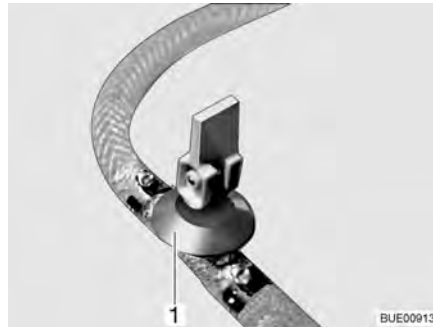
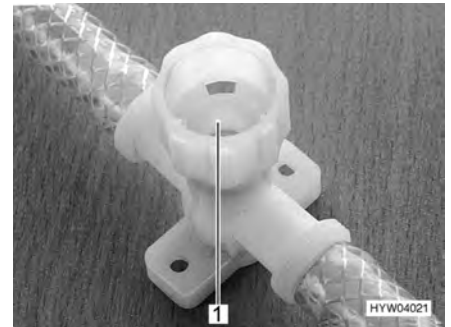

Bild 171 Avtappningskran (med vipparm)
Bild 172 Avtappningskran (med vred)
- Stäng alla utloppsventiler. Ställ för detta avtappningskranens vipparm (Bild 171,1) vågrätt eller vrid avtappningskranens kran (Bild 172,1) medurs.